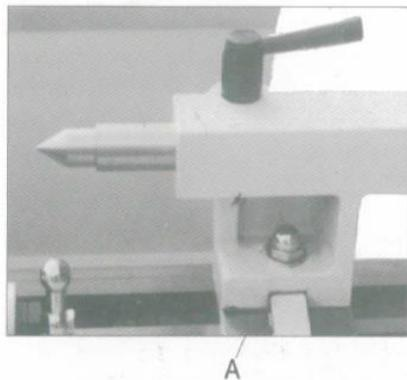

Рис. 9 Регулировка задней бабки
Для изменения положения или замены задней бабки необходимо ослабить гайку, как показано на Рис.9 (A).